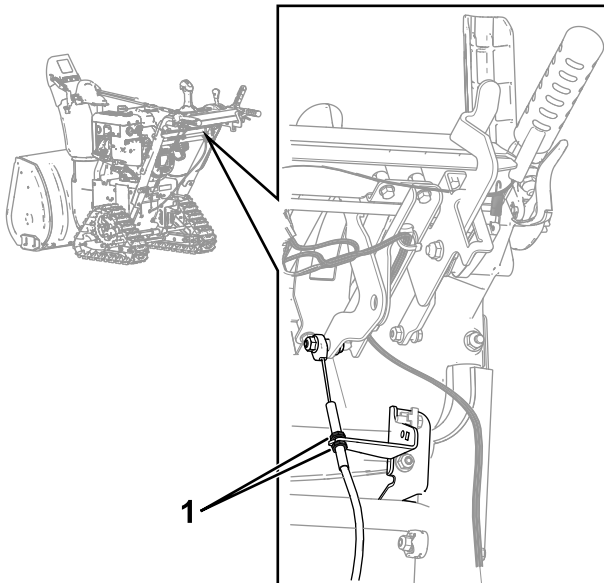

Figure 5
- B. Desserrez les 2 écrous sur le câble de vitesse qui sont en appui sur le support du sélecteur de vitesses, situé sous le panneau de commande (Figure 5).